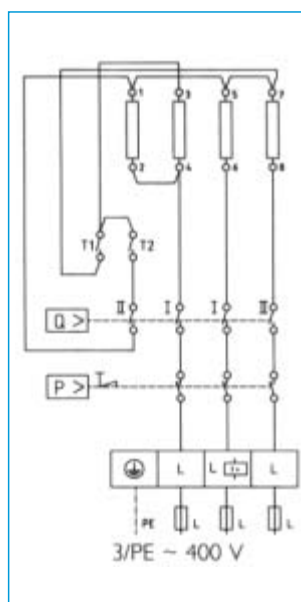
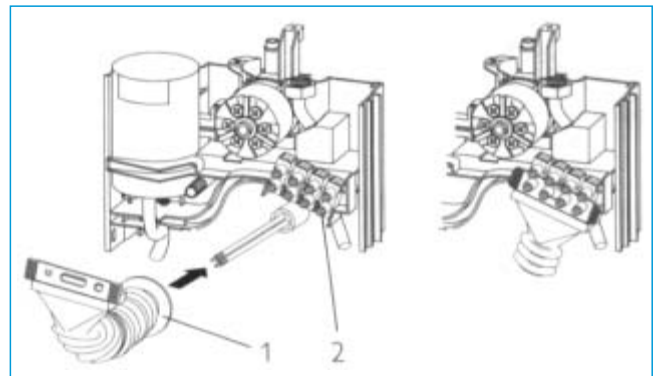

Fig. 12
Fig. 15
Conectar el calentador al conducto de protección (ver la fig. 12)
El aparato se entrega preparado para realizar la conexión eléctrica en su parte inferior (fig. 15).
- ▶ Montaje como en la fig. 15.
- ▶ ¡Emplear el pasacables incluido (pos. 1) para prevenir las infiltraciones de agua!
- ▶ Conectar el cable de alimentación en la regleta de bornes (fig. 15, pos. 2) tal como se indica en la fig. 12.
Realizar la conexión eléctrica de acuerdo con la fig. 12.